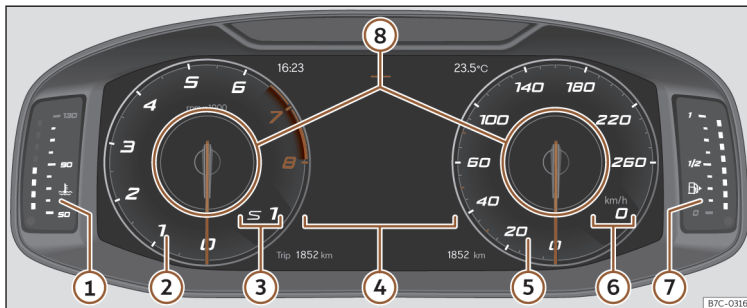

Fig. 50 Digital Cockpit en el tablero de instrumentos (vista clásica).
En todas las vistas se tiene la posibilidad de personalizar la información que aparece en **Perfiles de información**»» **fig. 50 ⑧**.
Las agujas de revoluciones por minuto y velocímetro aparecen en toda su longitud >>> **fig. 50.**